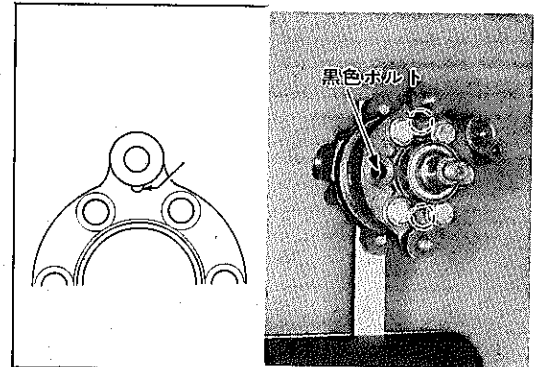

図6-6-33 フロント ハウジング組み付け G9017 P7279
2. 組み付けはフィットクスド リングとサイドプレート、フロント ハウジングとのボルト穴を合わせ、ハウジング組み付け位置マークを図6-6-33のようにする。